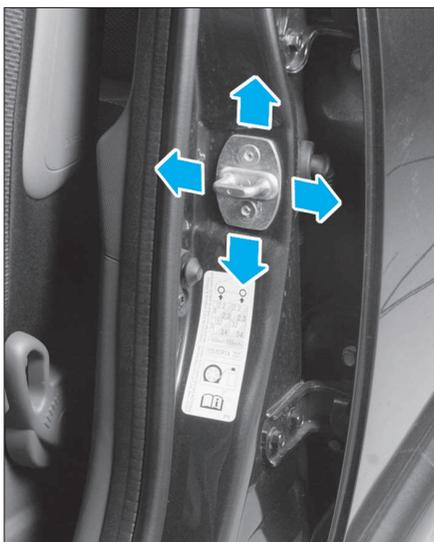

FIG. 79
- Régler les jeux d'ouverture et d'affleurement si besoin en agissant sur la gâche (3) (Fig.79).